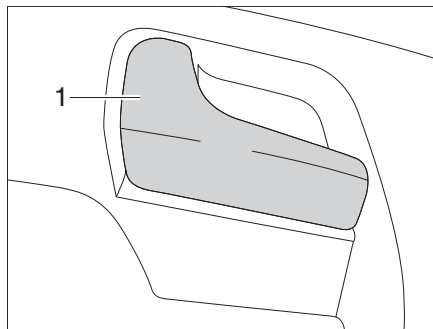

Fig. 43 Serrure de la porte chauffeur, à l'intérieur
- Tirer sur la poignée (Fig. 43,1). La serrure de la porte est déverrouillée.